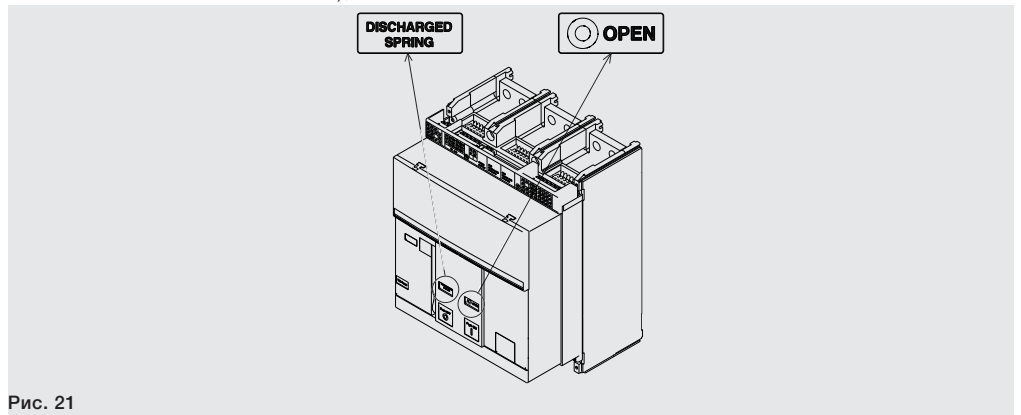

Рис. 21
7. Убедиться, что автоматический выключатель разомкнут (соответствующий индикатор находится в состоянии «O - OPEN»), и что пружины включения находятся в разряженном состоянии (индикатор состояния пружин имеет вид «белый - DISCHARGED SPRING»), как показано на Рис. 21.